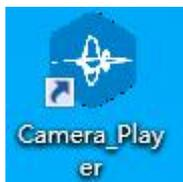

图 17 软件图标
1. 双击打开桌面的【Camera Player】，如图 17 所示：